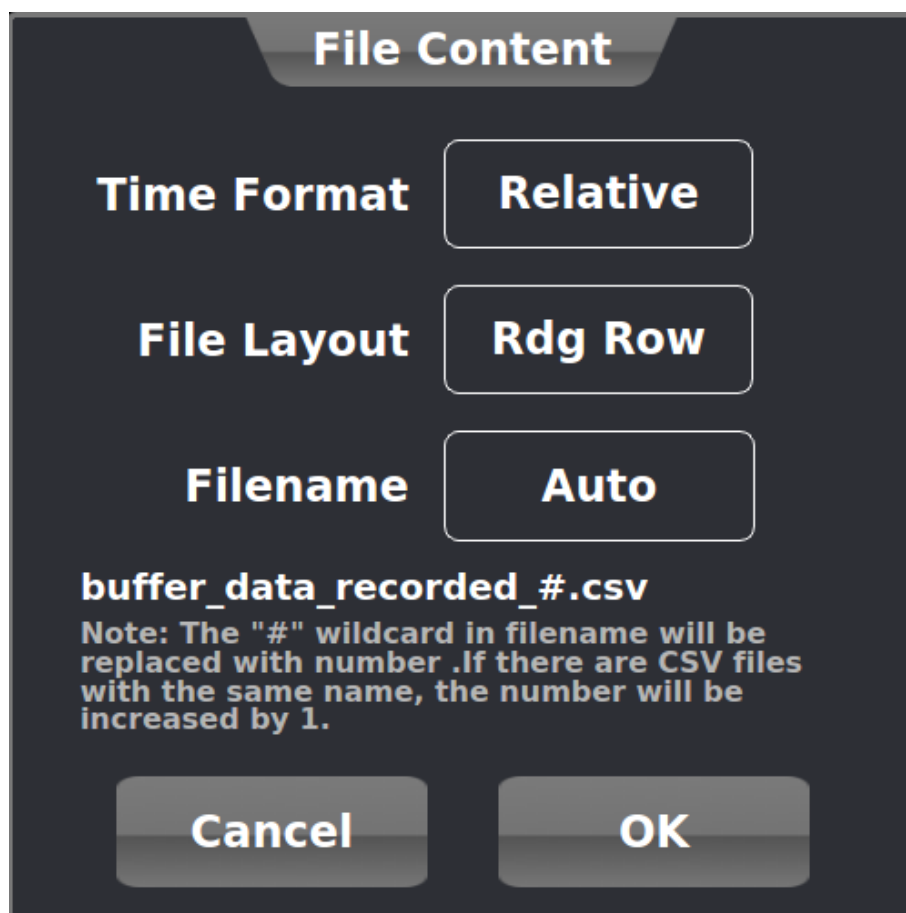

图 44. 缓冲区保存文件选项
- (1) 点击 Save to USB 按钮后会出现文件内容窗口，如图 44 所示。
- (2) 当前名称是自动识别生成的，时间格式默认是相对时间。
- (3) 点击图 44 的 OK 选项保存缓冲区内所有数据到 USB 闪存盘中。